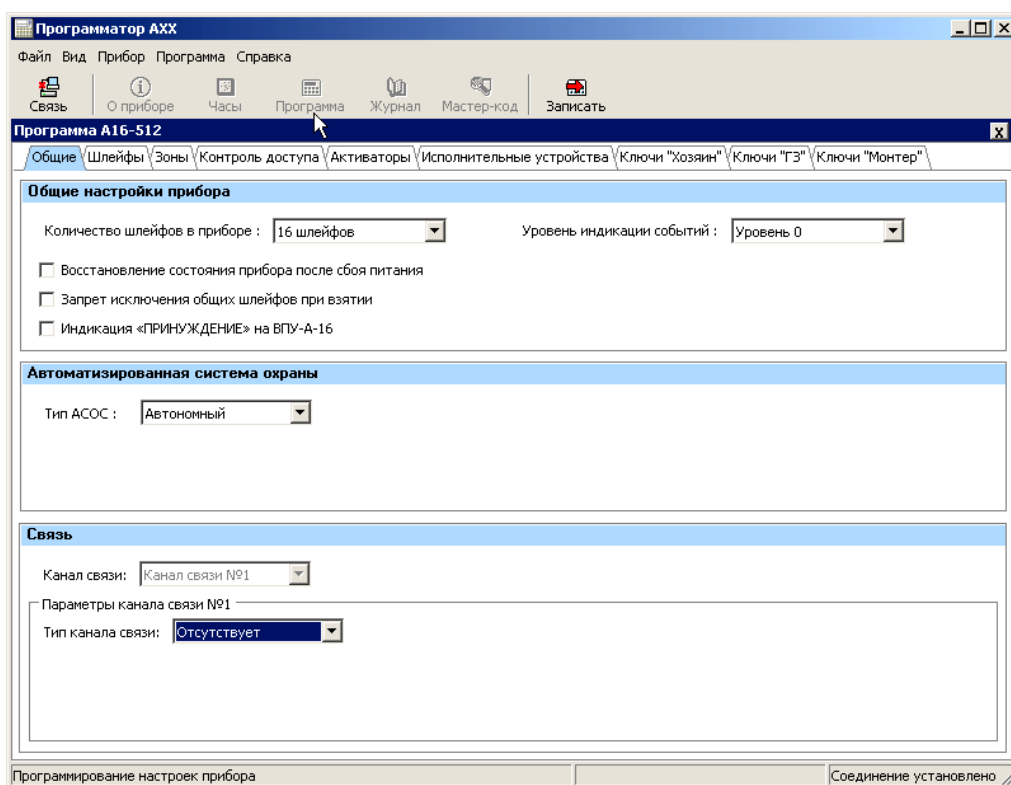

Рисунок 7 – Просмотр и редактирование конфигурации программируемого прибора
2.3.1.4.1 Конфигурация приборов А6-02, А6-04, А6-06, А16-512, в зависимости от версии исполнения, предусматривает редактирование следующих программных страниц выделенных в закладки, рисунок 7: